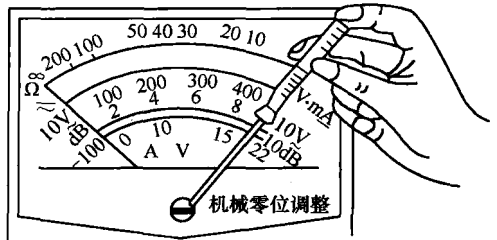

图 1-9 万用表机械调零
(1) 第一类是“机械调零”,不使用表内电池(不通电时应为 0)。设在距指针转轴不远处,用平口改锥缓缓调节,使指针指在左侧刻度线起始线上,使用任何挡测量都必须从这条起始线开始,如图 1-9